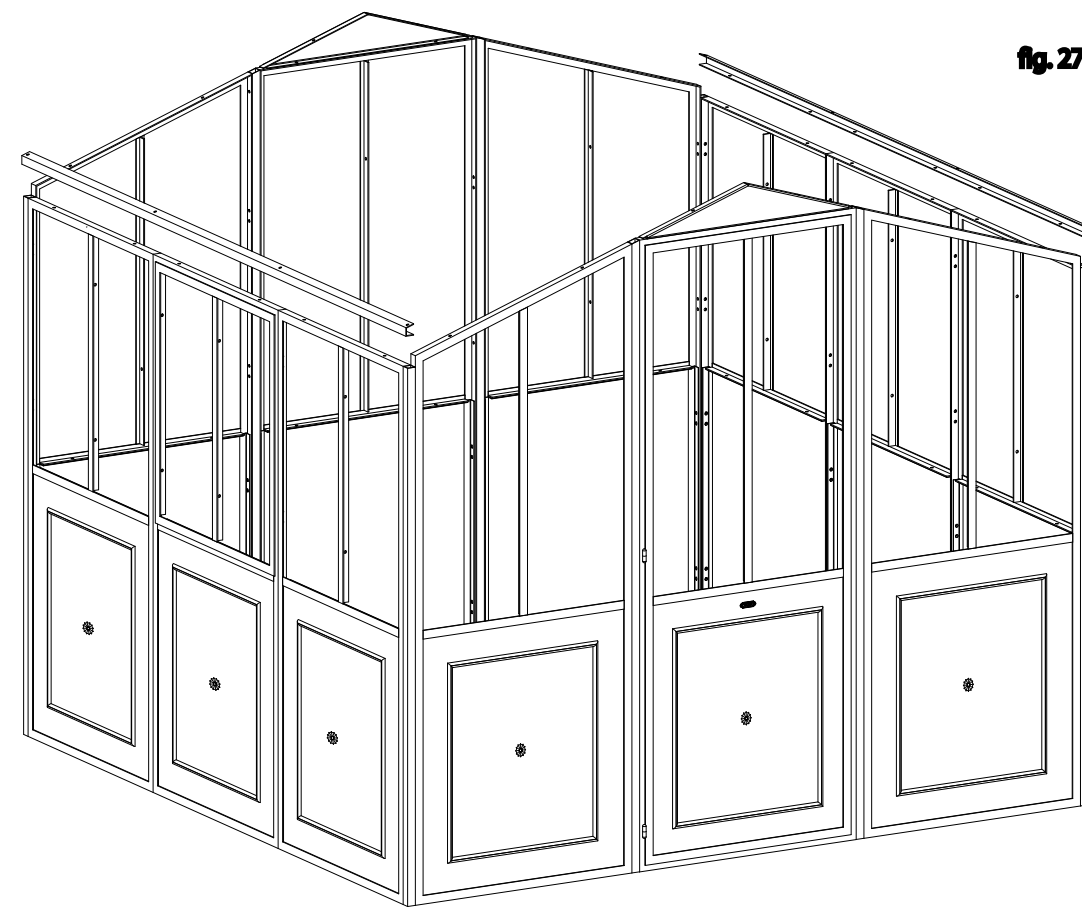
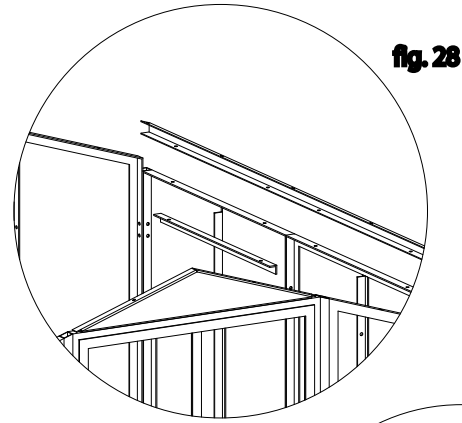
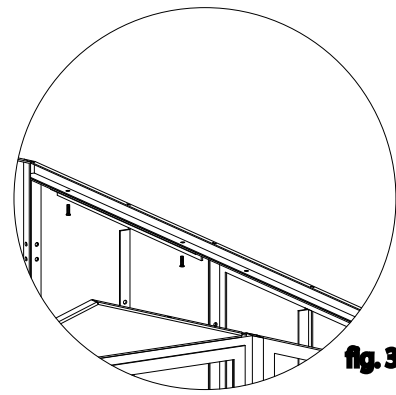
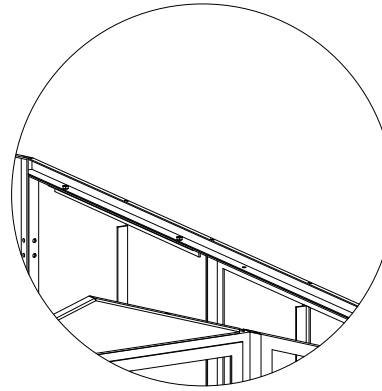

fig. 27
fig. 28
fig. 30
fig. 31
- I** Prendere i profili gronda (cod. PSFG215 - PSFG285 - PSFG355) e posizionarli negli appositi spazi situati nella parte superiore del telaio (fig. 27). Far corrispondere i fori di questi ultimi con quelli presenti sul profilo di gronda. Ripetere la stessa operazione sul profilo ad "L", ma nella parte inferiore (figg. 28 e 29). Inserire nei fori passanti le viti in dotazione come da fig. 30 e fissarle con i rispettivi dadi (fig. 31). Ripetere queste operazioni per tutti i pannelli ad eccezione dei pannelli finestra (cod. PSLATCF), poiché questi ultimi non avranno bisogno del fissaggio del profilo a "L" già montato in precedenza.
- GB** Take gutter profiles (codes PSFG215 - PSFG285 - PSFG355) and position them in the spaces provided located in the upper part of the frames (fig. 27). Match the holes on the latter with those on the gutter profile. Repeat the same operation on the "L" profile, but in the lower part (fig. 28 and 29). Insert the screws provided in the through holes as shown in fig. 30 and fix them with their respective nuts (fig. 31). Repeat these operations for all the panels, except for the window panels (code PSLATCF), since these latter do not need fixing of the "L" profile previously assembled.
- F** Prendre les profils gouttière (cod. PSFG215 - PSFG285 - PSFG355) et les positionner dans les espaces prévus à cet effet dans la partie supérieure des châssis (fig. 27). Faire coïncider les trous de ces derniers avec les trous du profil gouttière. Répéter la même opération sur le profil en "L", mais dans la partie inférieure (fig. 28 et 29). Insérer dans les trous passants les vis (fig. 30) et les fixer avec les écrous comme indiqué en fig. 31. Répéter ces opérations pour tous les panneaux à l'exception des panneaux fenêtre (cod. PSLATCF), car ces derniers n'auront pas besoin de la fixation du profil en "L" monté précédemment.
- E** Tomar los perfiles canalón (cód. PSFG215 - PSFG285 - PSFG355) y colocarlos en los espacios de la parte superior de los bastidores (fig. 27). Hacer coincidir los orificios de éstos con los del perfil canalón. Repetir la operación en la parte inferior del perfil en "L" (fig. 28 y 29). Introducir los tornillos en los agujeros pasantes como se indica en la fig. 30 y fijarlos con las tuercas (fig. 31). Repetir estas operaciones con todos los paneles menos los paneles ventana (cód. PSLATCF), en los que no es necesario fijar el perfil en "L" porque se ha montado anteriormente.
- D** Die Traufenprofile (Art. PSFG215 - PSFG285 - PSFG355) nehmen und an den dafür vorgesehenen Stellen an der Oberseite der Rahmen anbringen (Abb. 27). Die Löcher der Rahmen mit den Löchern am Traufenprofil zusammenbringen. Denselben Vorgang am "L"-Profil, aber an der Unterseite, wiederholen (Abb. 28 und 29). Die mitgelieferten Schrauben wie auf Abb. 30 dargestellt in die durchgehenden Löcher stecken und mit den dazugehörigen Muttern blockieren (Abb. 31). Diese Vorgänge für alle Platten wiederholen, mit Ausnahme der Fensterplatten (Art. PSLATCF), da an diesen die Befestigung des "L"-Profils nicht notwendig ist, das bereits vorher montiert wurde.